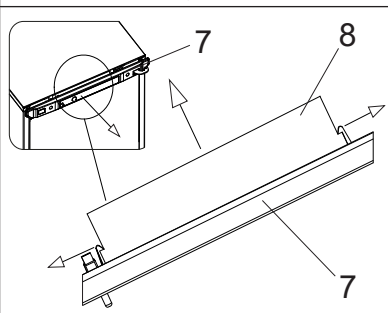

Рисунок 7
6. Слегка выдвиньте переднюю панель 7 и освободите от защелок блок приборов 8 (см. рисунок 7).